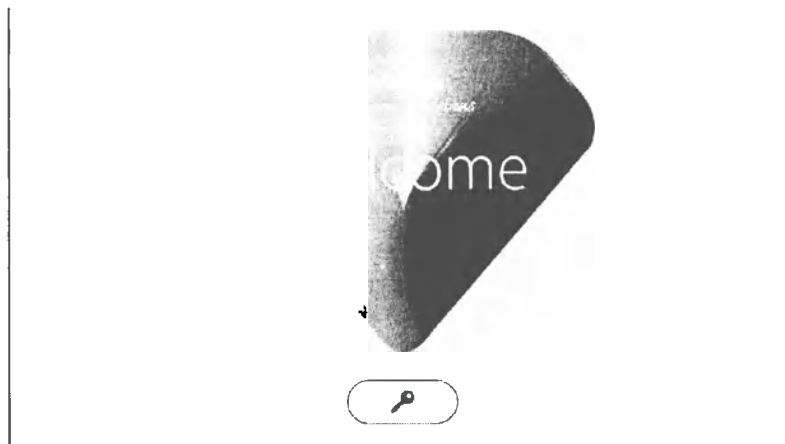

Рисунок 6-1: Экран приветствия
9. При отсутствии ошибок включается ЖК-дисплей и появляется экран **приветствия** (см. Рисунок 6-1).